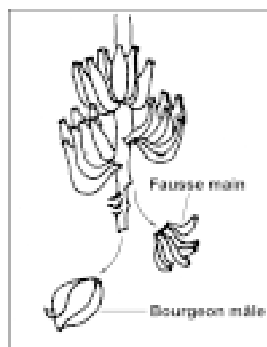

Figure 10: L'ablation du bourgeon mâle
2.4.7 L'ablation de Bourgeon Mâle (Fig 10)